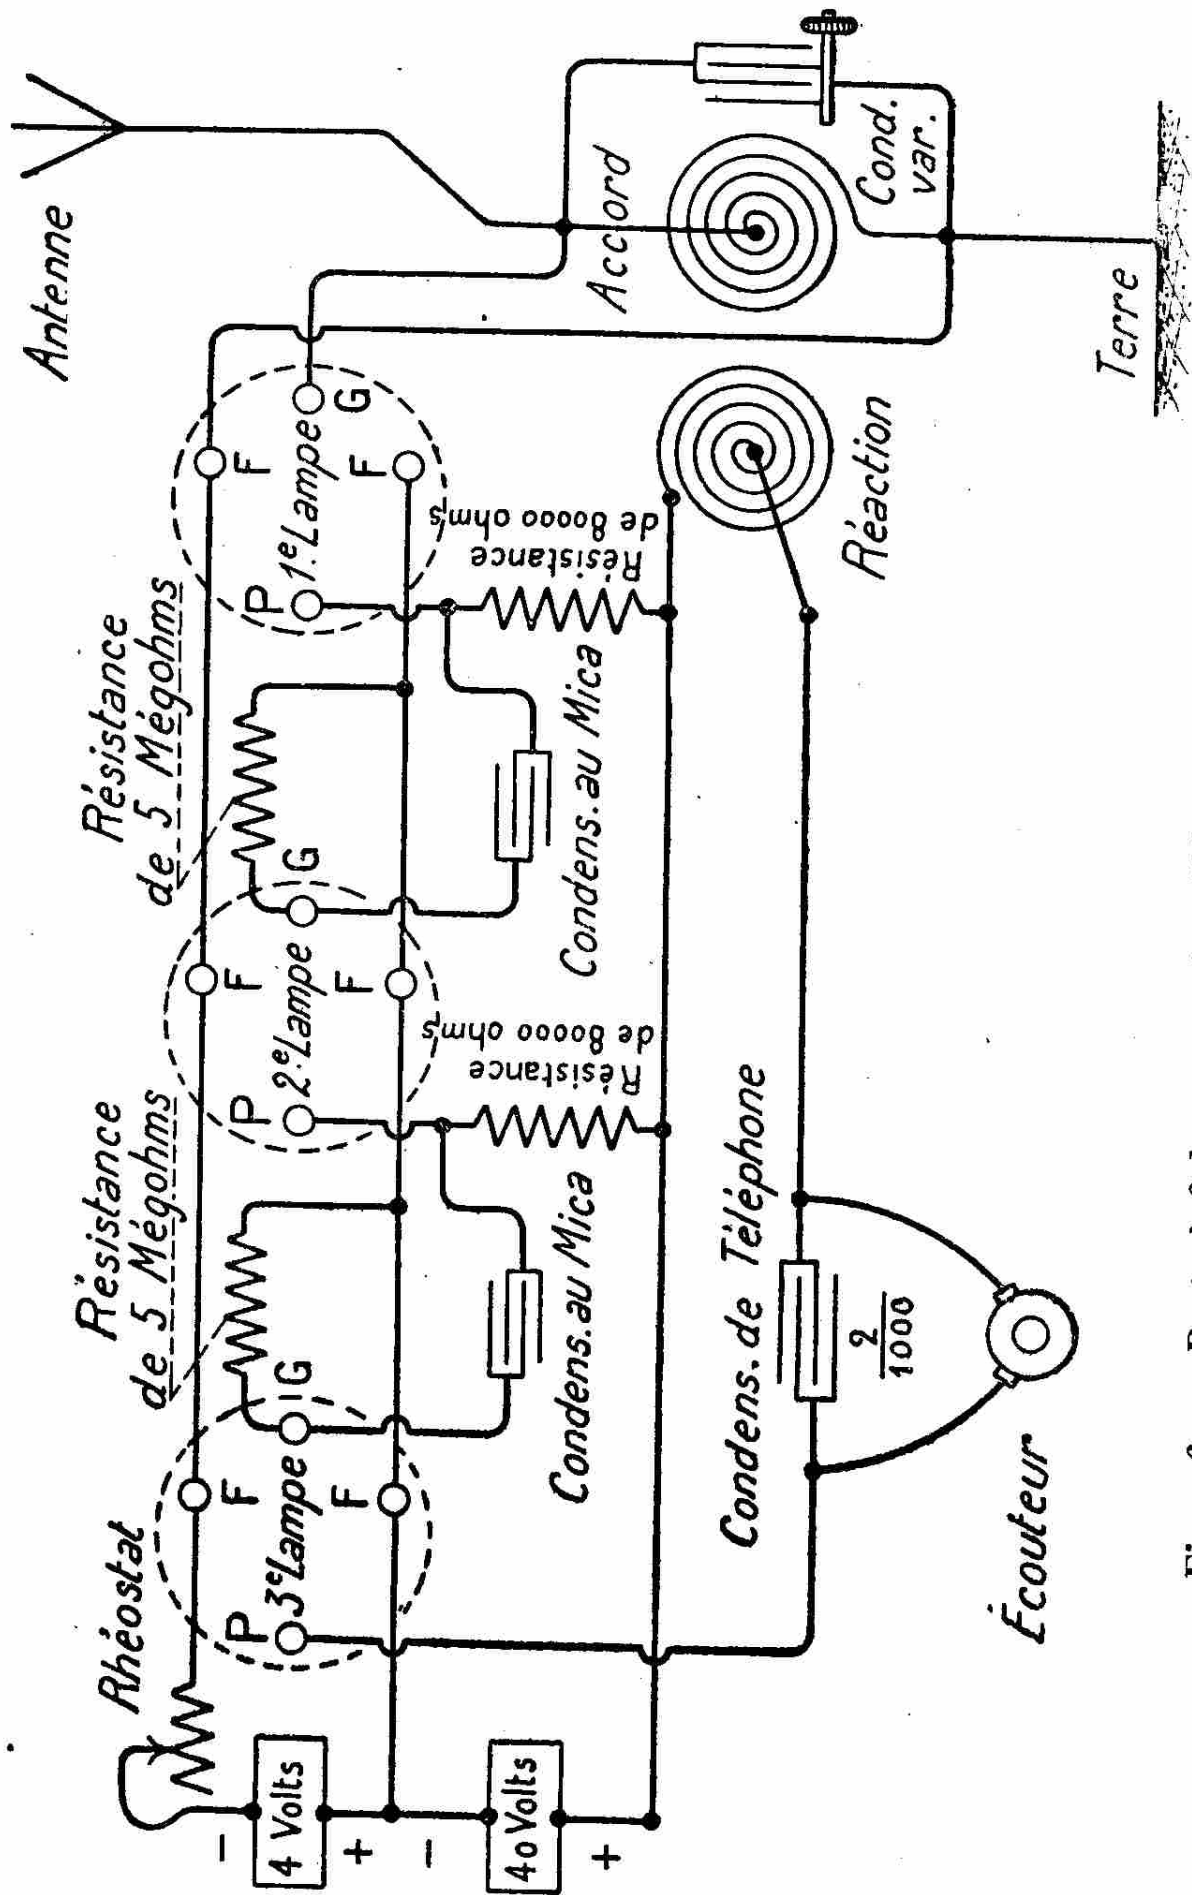
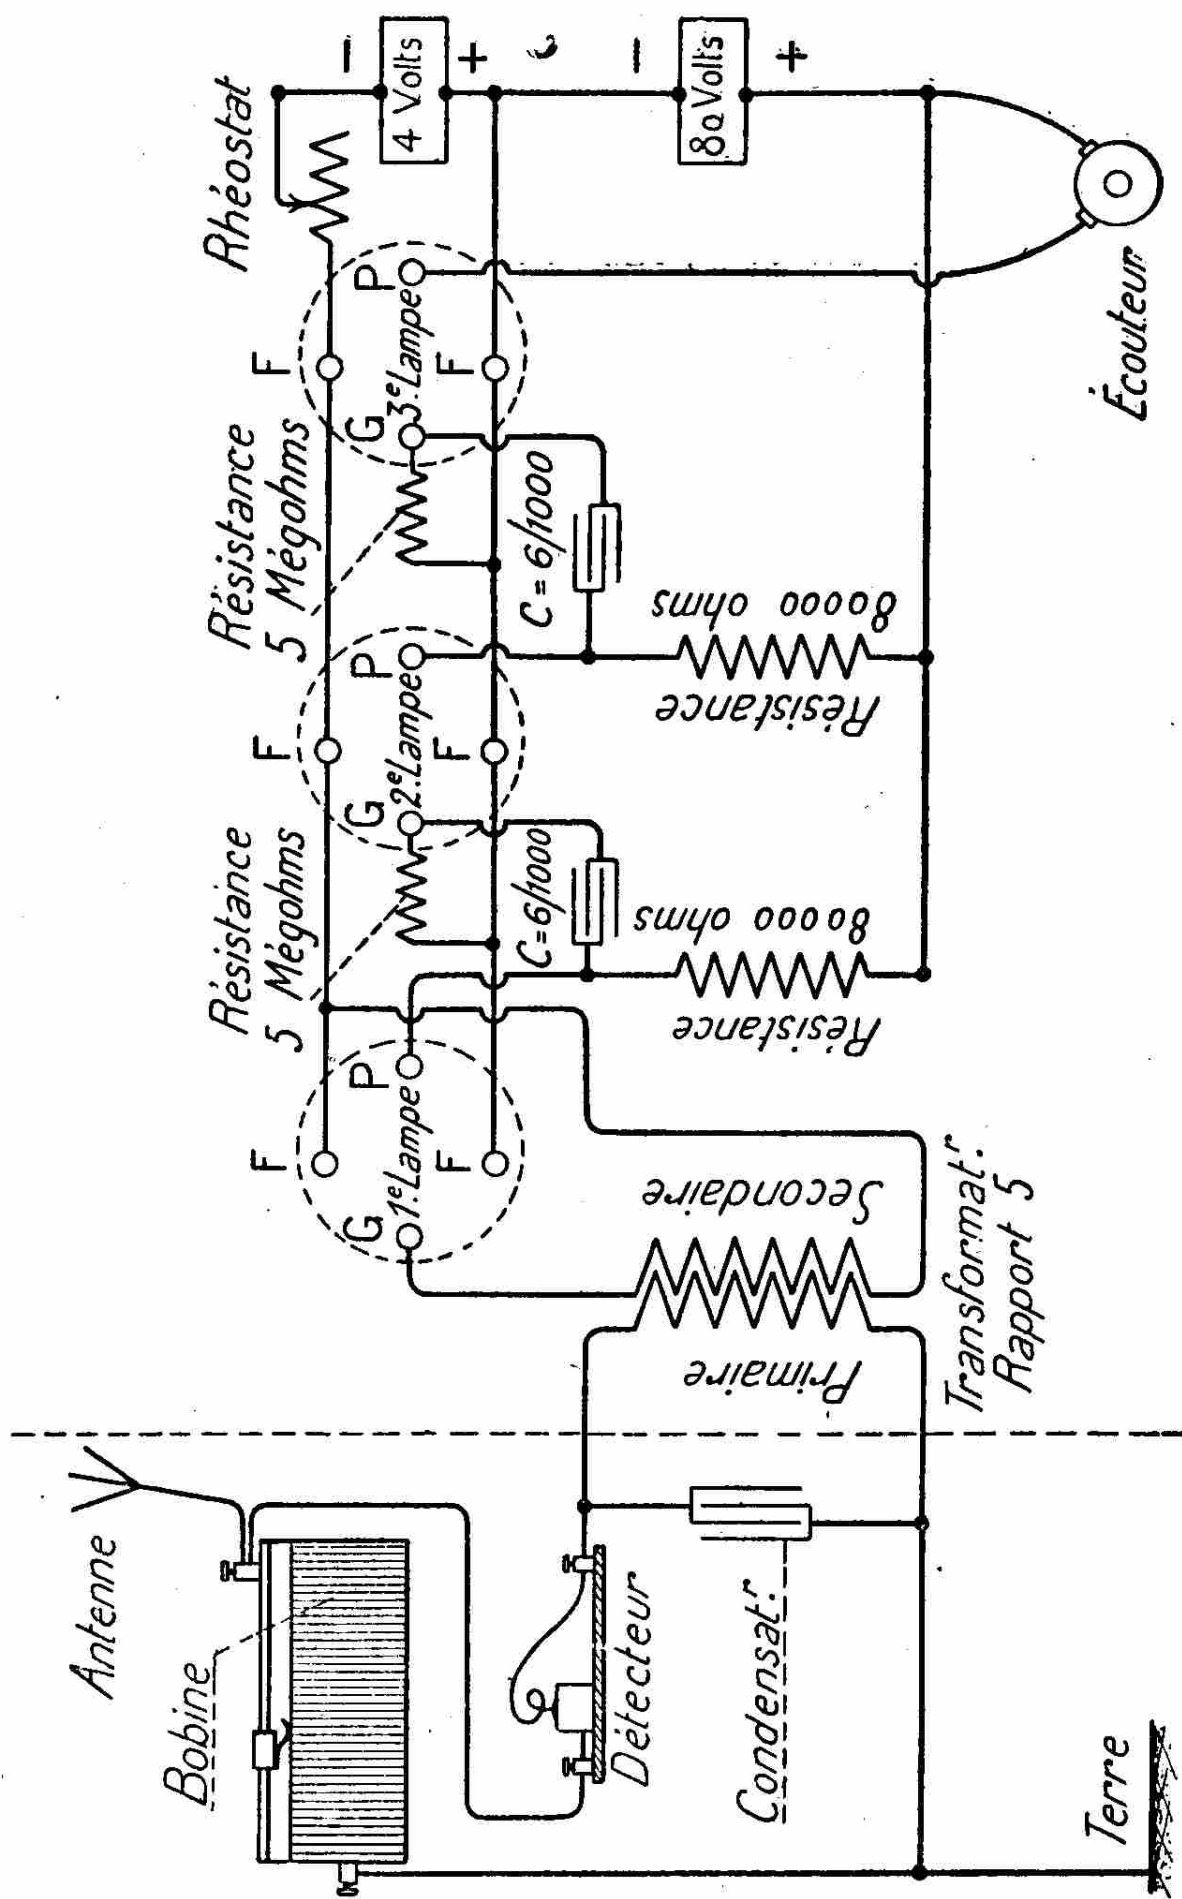
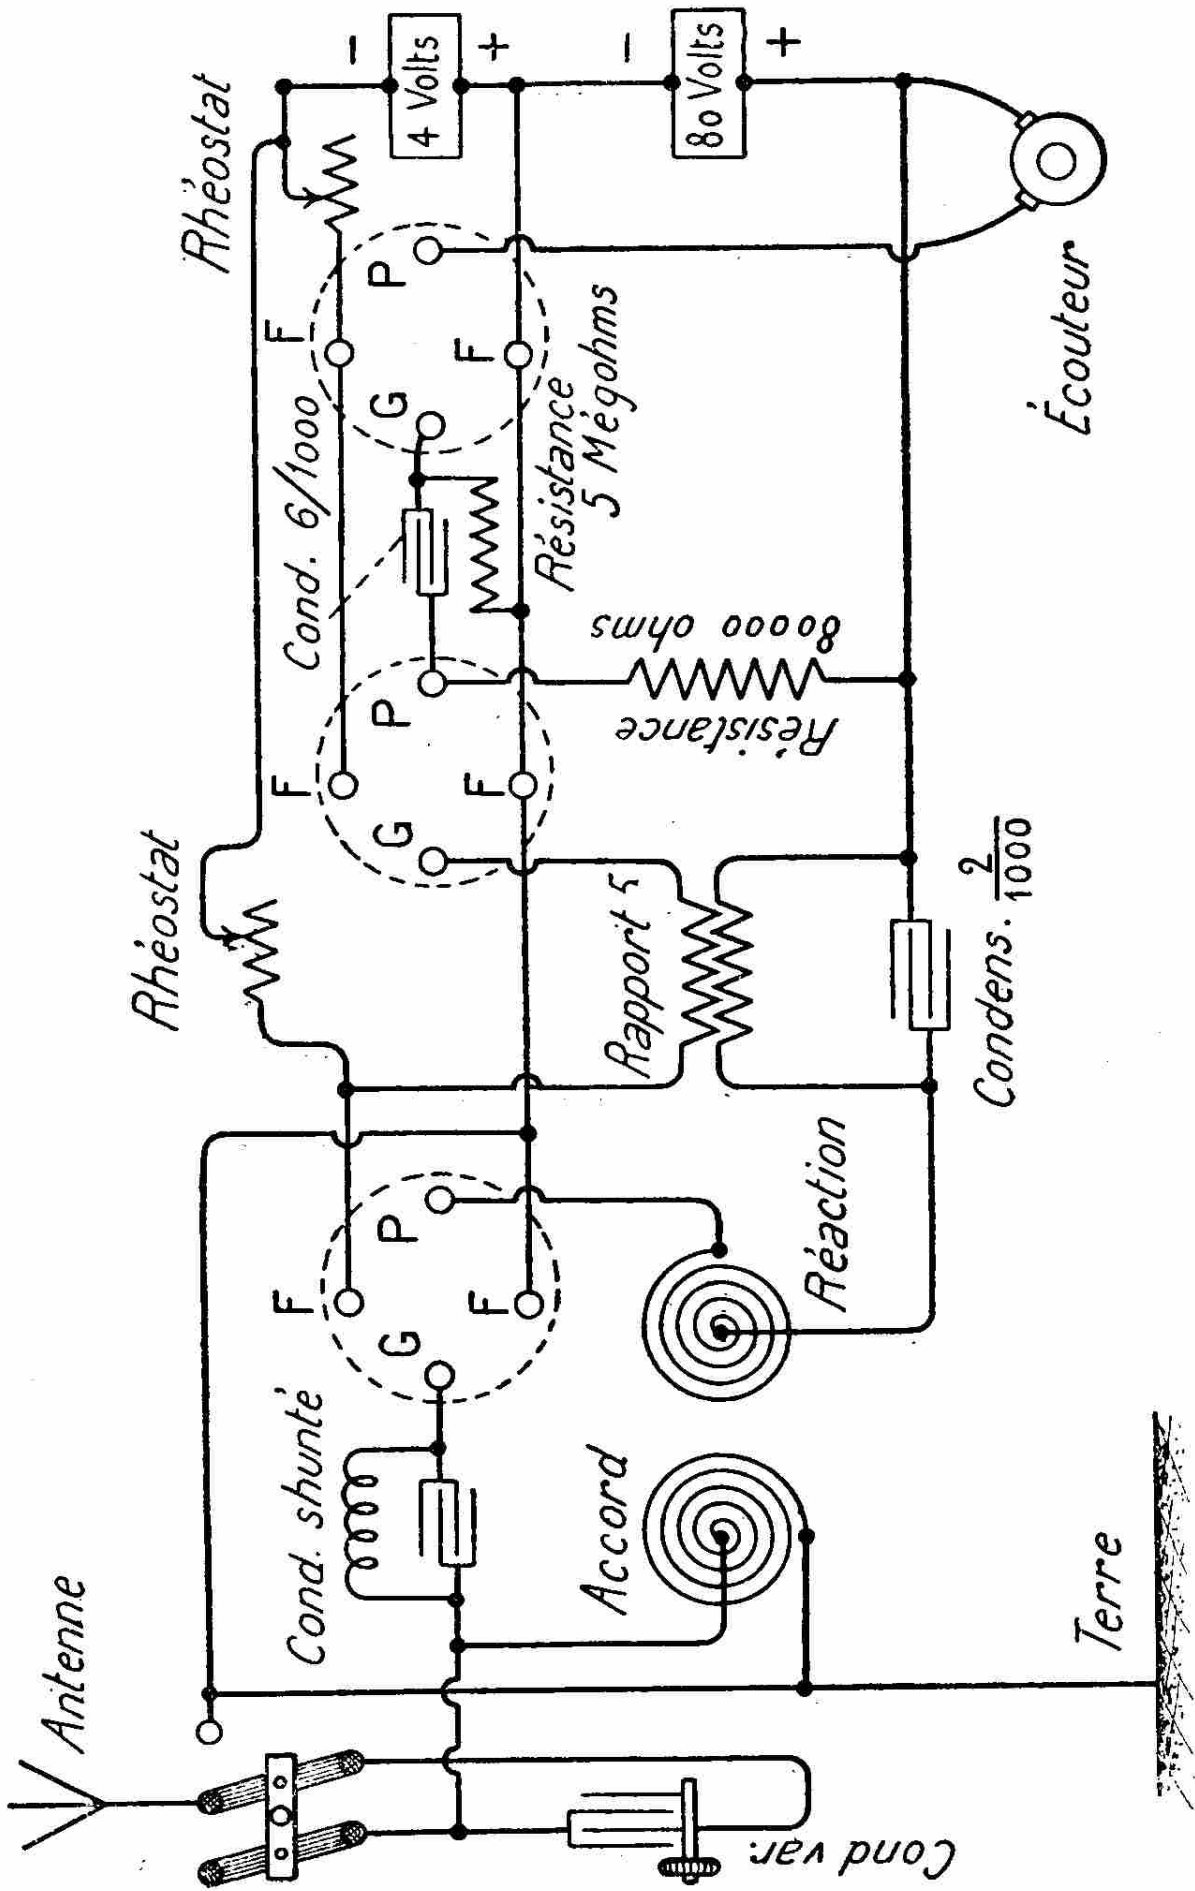
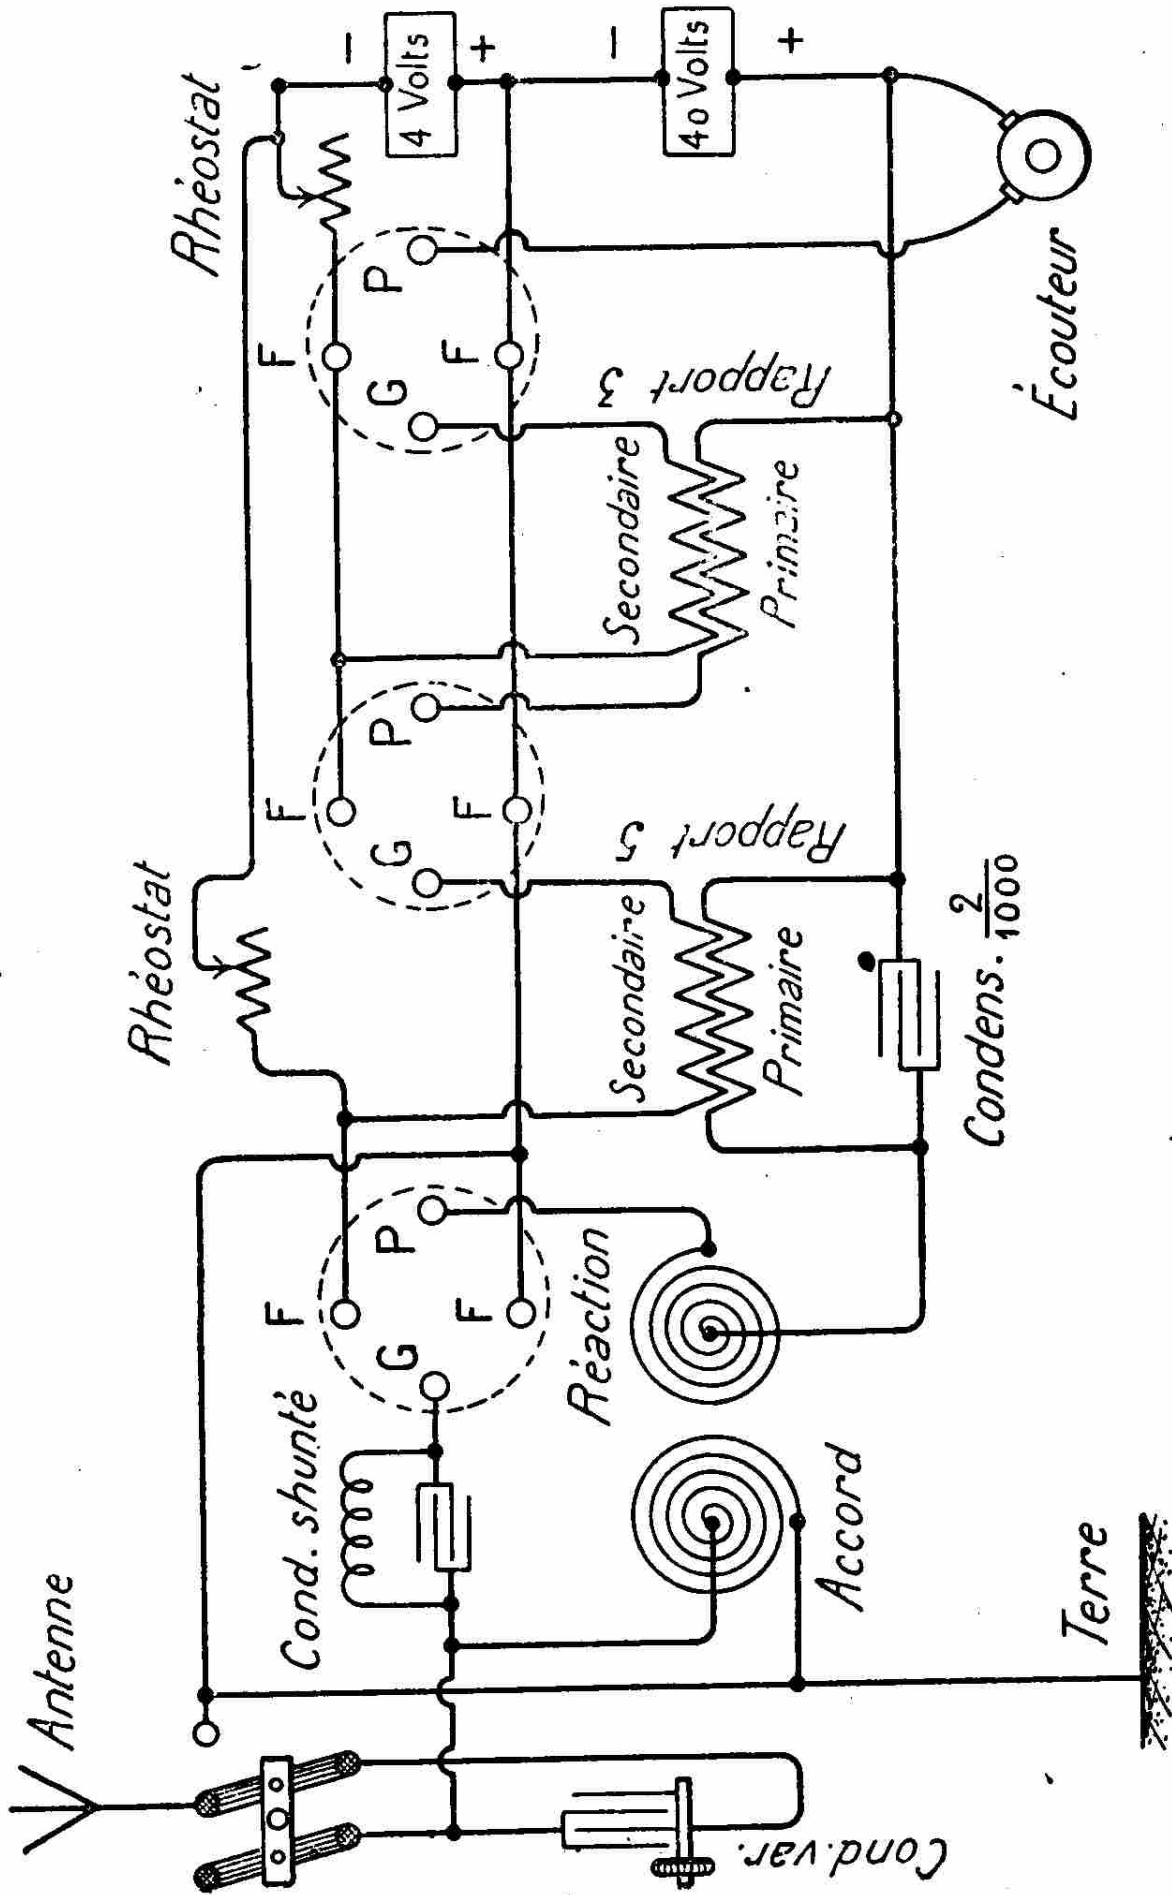

Fig. 96. — Poste à 3 lampes ; Amplificateur détecteur H. F.
Fig. 106. — Poste à galène avec 3 lampes amplificatrices B. F. à résistances.
Fig. 112. --- Montage à 3 lampes : 1 détectrice et 2 lampes B. F. dont une à résistances.
Fig. 113. — Montage à 3 lampes : 1 lampe détectrice et 2 lampes B. F.
Le montage d'un poste à 3 lampes, amplificateur détecteur, peut se faire suivant la figure 96 qui donne toutes les indications dont vous aurez besoin.
Si l'on désire obtenir plus de netteté, il vaudra mieux employer le montage de la fig. 106. On voit qu'il est analogue à l'amplificateur H. F. de la fig. 96, il en diffère seulement par la valeur
du condensateur de liaison (condensateur au mica sur la fig. 96) qui aura une valeur de $6/1.000$ de microfarad au lieu de $4/10.000$ pour la H. F. Avec ce montage, on aura avantage à employer une forte tension : 80 à 150 V. (1).
Le montage de la fig. 112 est un peu moins puissant que celui de la fig. 113 mais il est à recommander aux amateurs qui préfèrent la pureté à la puissance. On pourra d'ailleurs, tout en lui conservant ses qualités, le rendre aussi puissant et même plus puissant que le montage de la fig. 113 en y ajoutant une ou deux lampes montées également à résistances (1). On pourra, à cet effet, s'inspirer de la figure 106.